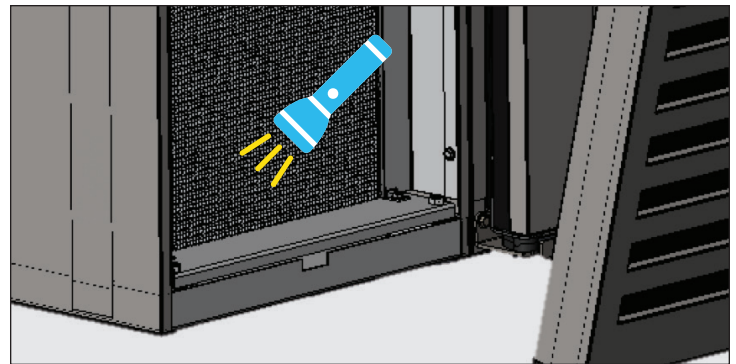

Abb. 4. Prüfen, ob alle Verstopfungen beseitigt wurden.
5. Wenn die Oberfläche der Röhren vom Schmutz befreit ist, mit einer Taschenlampe prüfen, ob durch den Wärmetauscher zu sehen ist, wie sich der Lüfterflügel des Verflüssigers dreht. Siehe Abb. 4.